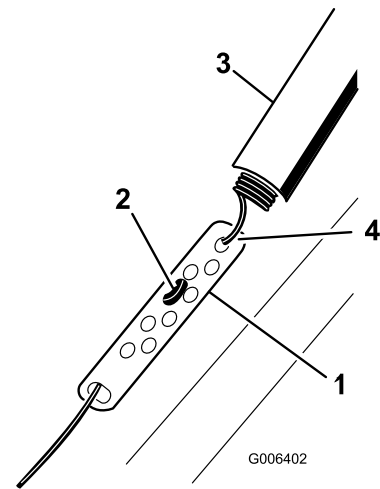

Figura 25
1. Fate scorrere verso l'alto la protezione della molla e sganciate la molla dal dispositivo di regolazione (Figura 25).
2. Spostate il raccordo a Z su un foro superiore o inferiore del dispositivo di regolazione, al fine di ottenere una distanza compresa tra 2 e 3 mm tra la barra di comando e la stegola (Figura 25).